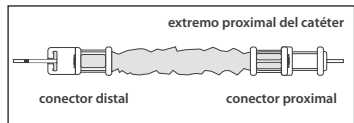

Figura 3
3. Introduzca la punta del catéter deseado a través del extremo proximal del protector contra contaminación del catéter. Haga avanzar el catéter a través del tubo y el conector del otro extremo (consulte la figura 3).